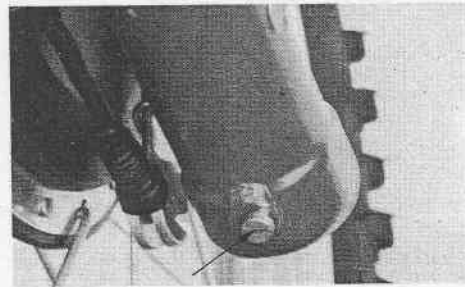

Fig. 18 - Vite scarico olio forcella
- Svitare le 2 viti scarico olio (Fig. 18) sui foderi.